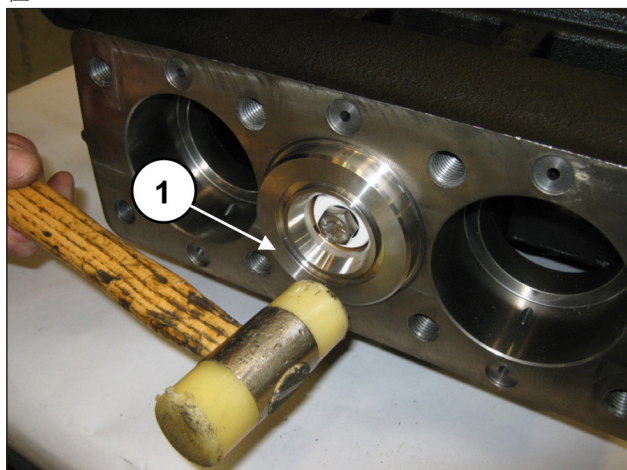

图 192
确保缸套/密封圈支架单元在底座 (①, 图 192) 正确定位。